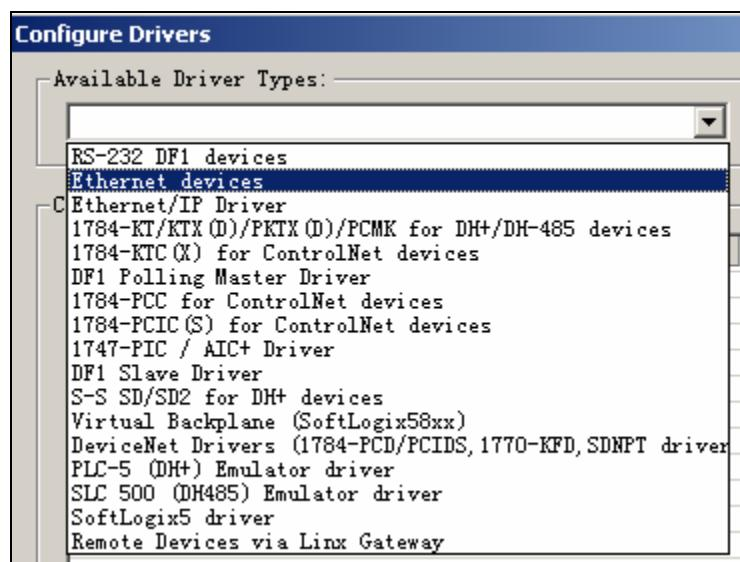

图 4-7 选择 EtherNet 的驱动
2. 点击 Configure dirves  图标，选择 EtherNet 的驱动，如图 4-7 所示。